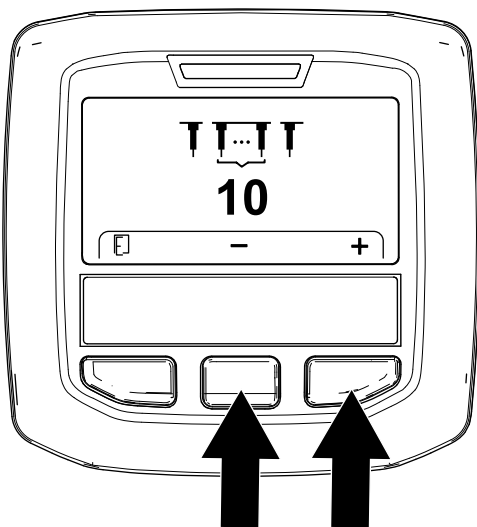

Рисунок 62
5. Настройте количество зубьев (Рисунок 62) следующим образом: